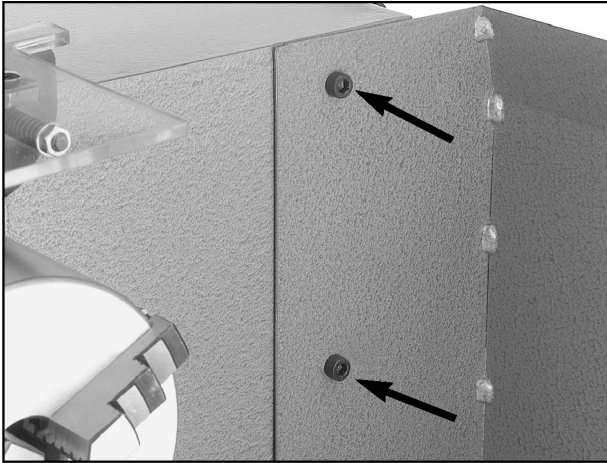
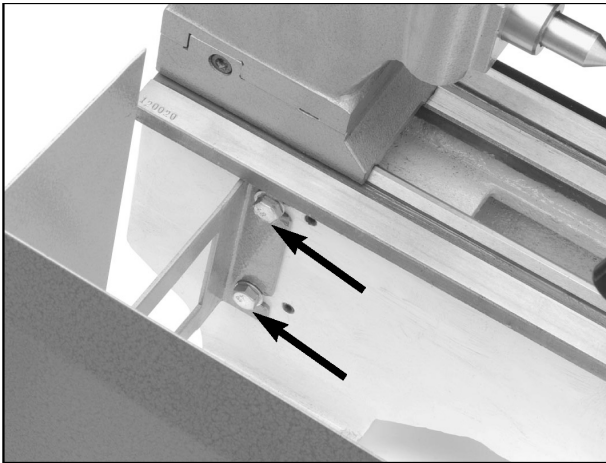

Fig. 1. 2 styrskravar säkrar högersidan av stänkskyddet mot svarven.
Fig. 2. 2 sexkantbultar säkrar högersidan av stänkskyddet mot svarven.
2. Håll stänkskyddet mot svarvens baksida, se till att alla monteringshål är anpassade och instruera Din medhjälpare att sätta fast stänkskyddet med 2 styrskrivar M6-1 X 10 enl. fig. 1 och 2 sexkantbultar M8-1.25 X 15 och brickor enl fig. 2.